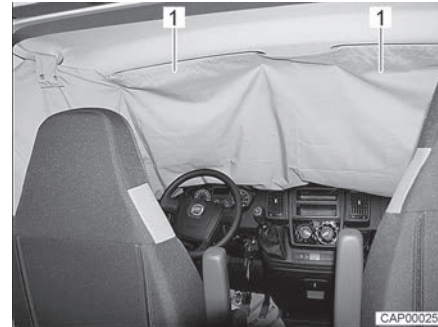

Fig. 25 Dispositif occultant de la cabine de conduite sur le pare-brise
- Faire passer les poches (Fig. 25,1) du dispositif occultant de la cabine de conduite sur les deux pare-soleils.